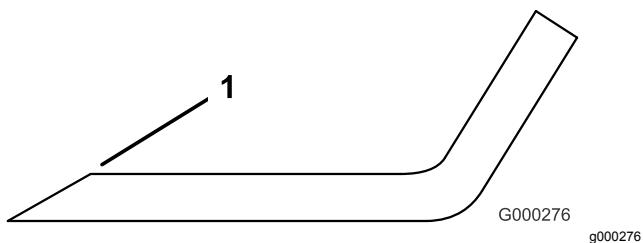

図131
3. すべてのブレードの刃先を点検し、刃先が丸くなっていたり打ち傷がある場合には研磨する図131。
注 研磨は刃先の上面だけを行い、刃の元々の角度を変えないように十分注意する図131。両方の刃先から等量を削るとブレードのバランスを維持することができます。